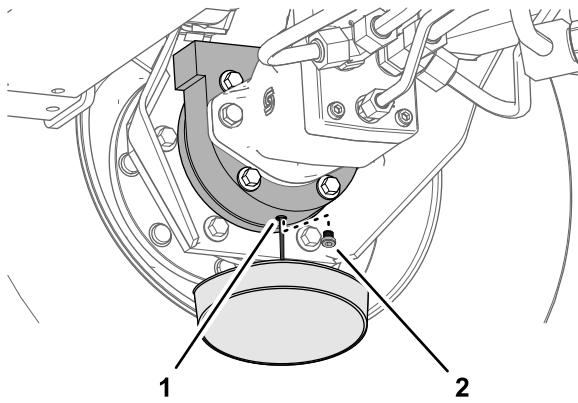

Figura 75
- Coloque o recipiente de escoamento por baixo da estrutura do travão, retire o tampão e deixe o óleo escorrer completamente (Figura 75).